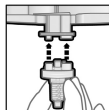

Fig. 2
3. Coloque una de las puntas de mezclado Dynamix adjuntas sobre los orificios de salida del cartucho (Fig. 2).